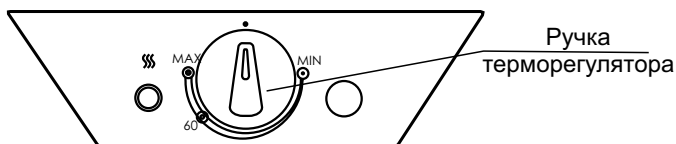

Рисунок 2 - Панель управления ЭВН моделей 3W30V1, 3W40V1, 3W50V1, 3W60V1, 3W80V1.
- в ЭВН моделей **3W30V1, 3W40V1, 3W50V1, 3W60V1, 3W80V1** регулировка осуществляется с помощью выведенной наружу ручки терморегулятора. Поворотом ручки терморегулятора по часовой стрелке увеличивают температуру нагрева воды, против часовой стрелки - уменьшают. Для ориентации на шкале обозначено положение ручки терморегулятора, соответствующее нагреву воды примерно до 60 °С (см. рисунок 2).